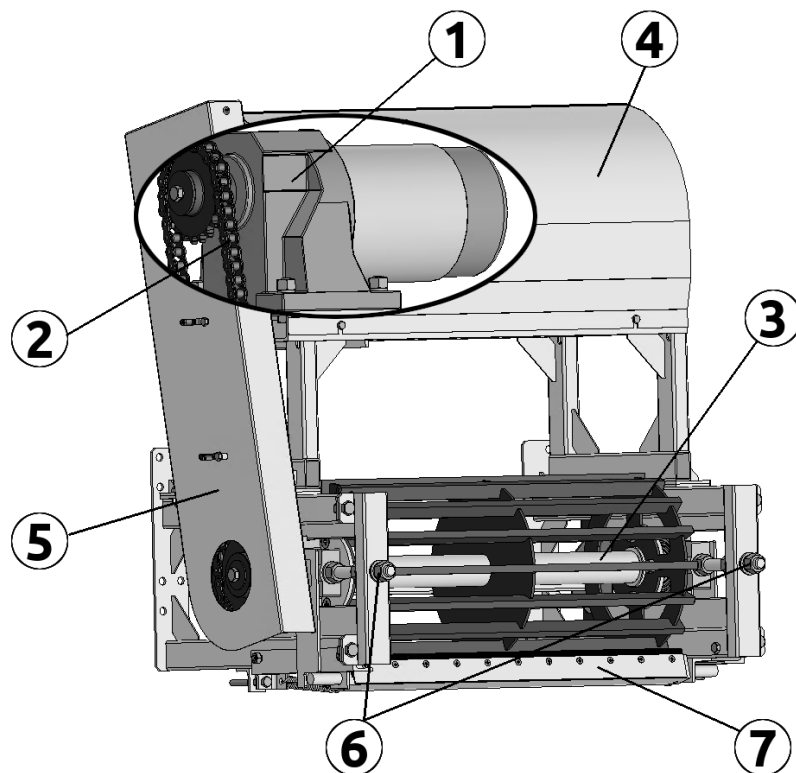

Рисунок 4.6
На приводной секции (рис. 4.6) устанавливается мотор-редуктор (1), от которого цепной передачей (2) передается крутящий момент приводному валу (3). Мотор-редуктор и цепная передача закрыты защитными кожухами (4, 5).